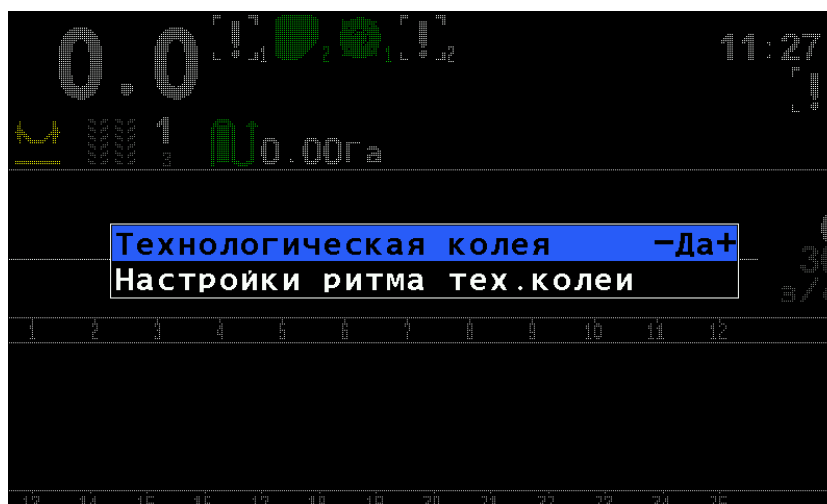

РИСУНОК 33 МЕНЮ «ТЕХНОЛОГИЧЕСКАЯ КОЛЕЯ»
4.10.5.4.  **Технологическая колея** - вызывает вложенное меню (Рисунок 33), позволяющее настроить параметры работы с технологической колеёй.